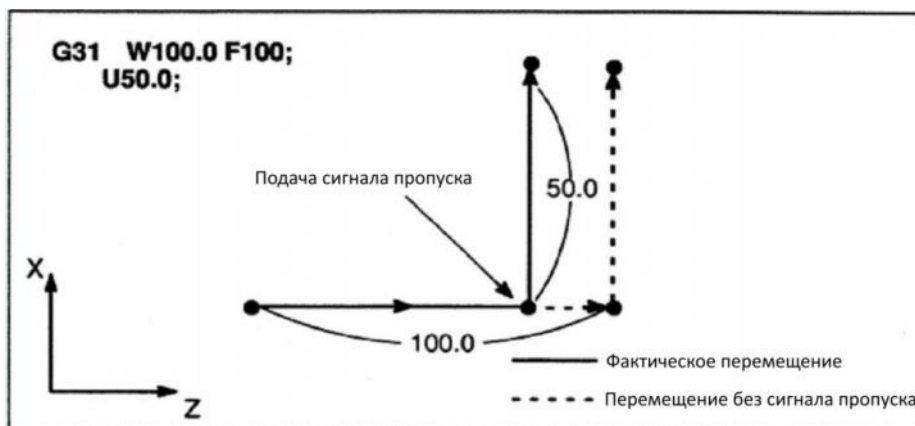

Рис. 3-24
1. Следующий кадр команды G31 относится к программированию в приращениях, как показано на Рис. 3-24.